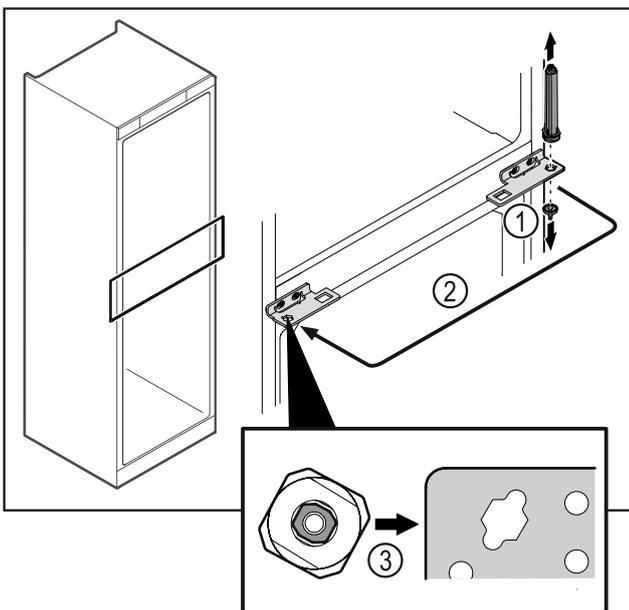

Fig. 44
- ▶ Відкрутити шарнірний палець Fig. 44 (1).
- ▶ Перемістити систему закриття дверей Fig. 44 (2).
- ▶ Під час встановлення слідкувати за правильною орієнтацією системи запирання дверей Fig. 44 (3).